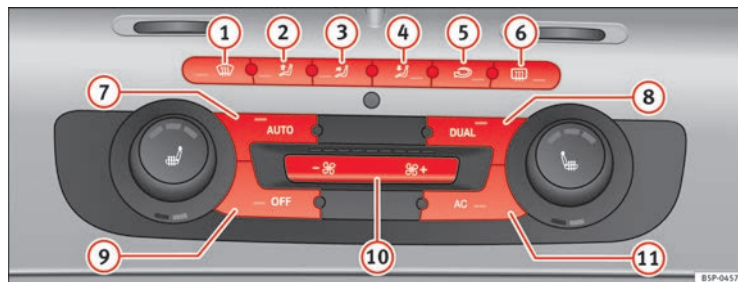

Fig. 135 Comandi del Climatronic 2C nel quadro strumenti
- Premere uno dei tasti compresi tra ⇒ fig. 135 ① e ⑤ oppure i tasti della ventola ⑩. La funzione selezionata compare nel display della radio o del navigatore.
- Il ricircolo dell'aria si attiva e si disattiva premendo il tasto  ⇒ fig. 135 . La funzione risulta attiva quando sul display appare il simbolo .